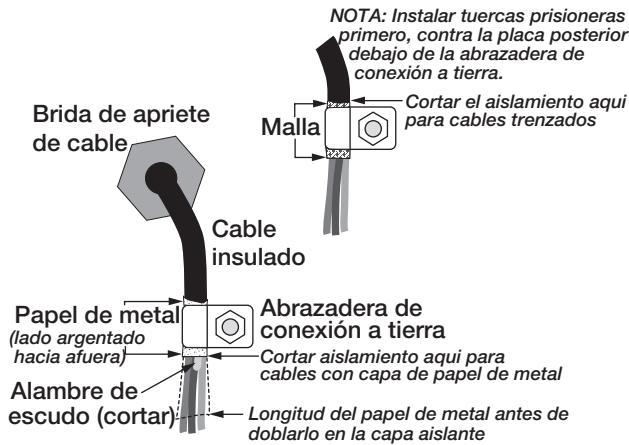

Figura 2-2. Acoplamiento de Abrazaderas a Tierra para Cables con Papel Metálico y Malla
- Para cables con papel metálico, pele el aislante y papel metálico 1/2 plg. (13mm) pasada la abrazadera a tierra (Ver Figura 2-2). Doble el papel hacia atrás en donde el cable pasa por la abrazadera. Asegúrese que el lado plateado del papel esté hacia arriba para hacer contacto con la abrazadera a tierra.
- Para cables con blindaje de malla, pele el aislante justo desde el punto al pasar la abrazadera a tierra. Pele 1/2 plg. (13mm) de aislante solamente para exponer la malla en donde el cable pasa por la abrazadera a tierra (Ver Figura 2-2).
- Enrute los cables pelados a través de las abrazaderas y asideras de cable. Asegúrese que los blindajes hacen contacto con las abrazaderas a tierra, como se muestra en la Ver Figura 2-2. Apriete las tuercas de las abrazaderas a tierra.